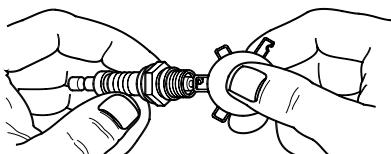

Figure 4-4. Bougie d'allumage
- Voir la **Figure 4-4**. Vérifiez l'écartement des électrodes à l'aide d'une jauge d'épaisseur à fils. Si l'écartement est incorrect, remplacez la bougie. Voir le **Tableau 2 : Caractéristiques techniques du produit**.